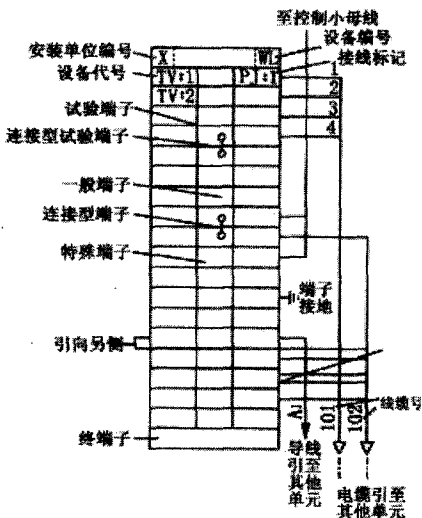

图 1-5 端子接线图
(1) 单元接线图。它是表示成套装置或设备中一个结构单元内的各元件之间的连接关系的一种接线图。这里所指“结构单元”是指在各种情况下可独立运行的组件或某种组合体。如电动机、开关柜等。
(2) 互连接线图。它是表示成套装置或设备的不同单元之间连接关系的一种接线图。
(3) 端子接线图。它是表示成套装置或设备的端子以及接在端子上外部接线 (必要时包括内部接线) 的一种接线图，如图 1-5 所示。
(4) 电线电缆配置图。它是表示电线电缆两端位置,必要时还包括电线电缆功能、特性和路径等信息的一种接线图。